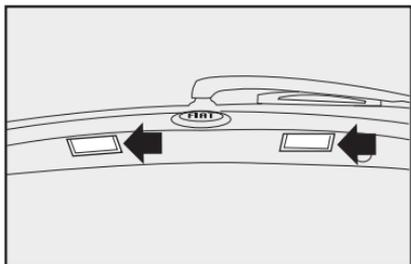

fig. 59
1) operar en los puntos indicados por las flechas **fig. 59** con un destornillador y quitar la lente transparente.